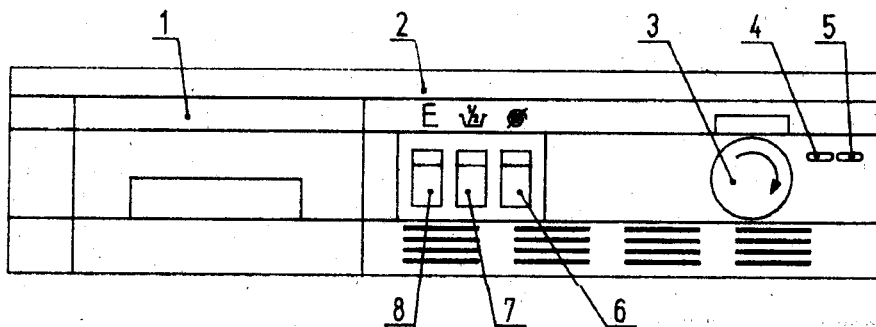

Рис. 6. Органы управления машины
На панели управления (см. рис. 6) расположены:
7.1. ВЫБОР ПРОГРАММЫ СТИРКИ. Выбор программы осуществляется в выключенном (нажатом) положении ручки командоаппарата. Наберите необходимую программу стирки, для чего поверните ручку командоаппарата по часовой стрелке, совместив номер нужной Вам программы с указателем (рис. 6).